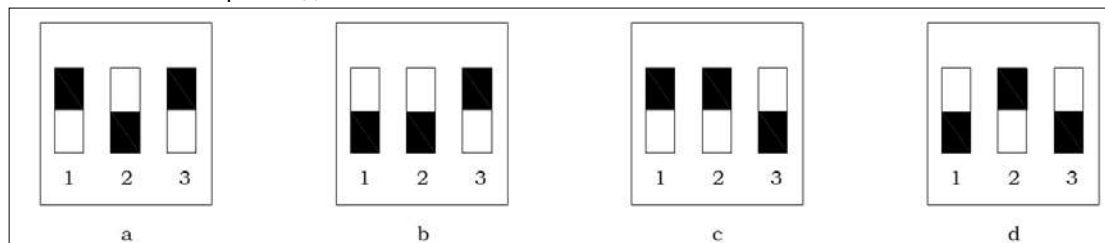

Рисунок 3.11.3А – «красные» настройки регулятора
- (1) Вращайте ручку GAIN (УСИЛЕНИЕ) по ч.с., до возникновения неустойчивости в работе двигателя, затем постепенно вращайте ручку в обратную сторону до возвращения к стабильному режиму работы. Для безопасности поверните ручку против часовой стрелки еще на одно деление
- (2) Вращайте ручку STABILITY (УСТОЙЧИВОСТЬ) по ч.с., до возникновения неустойчивости в работе двигателя, затем постепенно вращайте ручку в обратную сторону до возвращения к стабильному режиму работы. Для безопасности поверните ручку против часовой стрелки еще на одно деление.
- (3) Возможно, что потребуются дополнительная регулировка данных ручек после того, как двигатель начнет работать под нагрузкой. Обычно, настройки регулятора на холостом ходу позволяют добиться удовлетворительных результатов. Для настройки регулятора можно использовать самописец с диаграммной лентой.
- ◆ Если вышеописанными действиями выйти на стабильный режим работы двигателя не получилось, следует производить настройку при 4 различных настройках (см. рис. 3.11.3А): а: RSW-1, RSW-3 = ВКЛ; RSW-2 = ВЫКЛ;